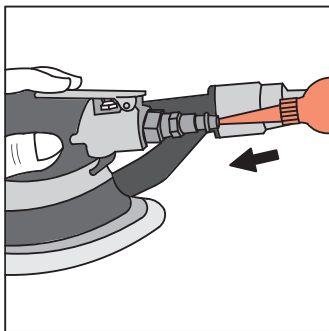

Рисунок 9 – Смазка
- При помощи маслёнки добавьте несколько капель масла для пневмосистем в машинку непосредственно через входное отверстие шлифмашинки (рис. 9).